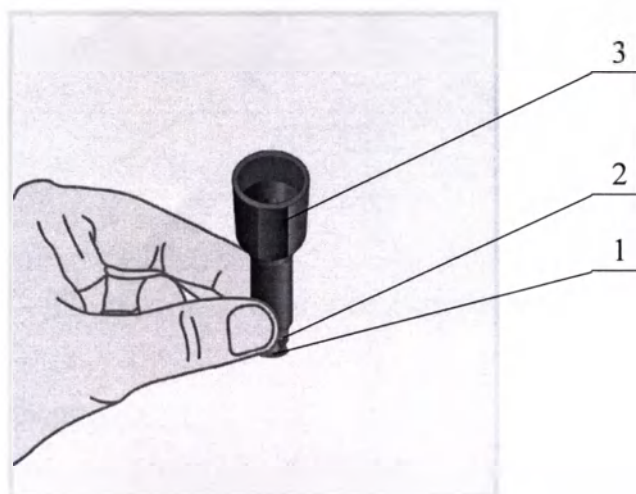

Рисунок 11 – Подготовка изделия к инъекции, шаг 1
Убедитесь, что приспособление для снятия защитного колпачка с иглы шприца (1) полностью вставлено в регулятор глубины инъекций (2), который ввинчен в держатель шприца (3). Разместите держатель шприца (3) в сборе на ровной поверхности (рисунок 11).